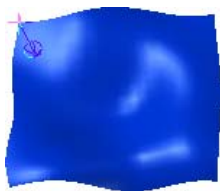

图 5.3.80 定义延长第一点
Step3. 定义延伸曲面。在绘图区选取图 5.3.76a 所示的曲面，在绘图区图 5.3.80 中箭头所示的位置处单击定义曲面延长的第一点；然后在图 5.3.81 中箭头所示的位置处单击定义曲面延长的第二点。